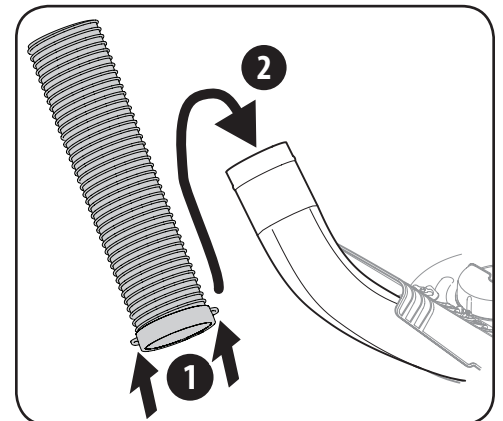

Figura 4-22
- Levante por las manijas que están en la parte inferior del tubo del canal. Deslice el tubo del canal sobre el codo del canal que está montado en la plataforma de corte, como se indica en la Figura 4-22.